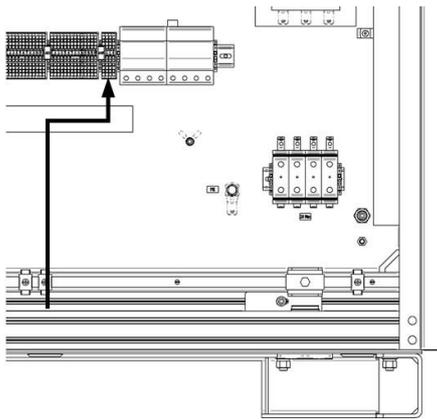

Abbildung 16: Kabelführung Klemmleiste (-X17)
1. Klemmleiste (-X17) **lokalisieren** (Abbildung 16).